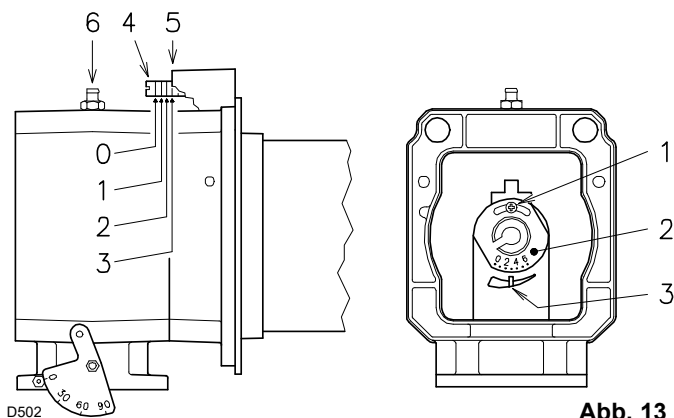

Abb. 13
- Drehen Sie die Schraube 4)(Abb. 13), bis die gefundene Kerbe mit der Vorderfläche 5) des Flansches übereinstimmt.
Um die Einstellung zu erleichtern, die Schraube 6)(Abb. 13) lösen, die Einstellung vornehmen, dann die Schraube wieder festziehen.
- Lockern Sie die Schrauben 1)(Abb. 13) und drehen Sie die Nutmutter 2) bis die gefundene Kerbe mit dem Index 3) übereinstimmt.